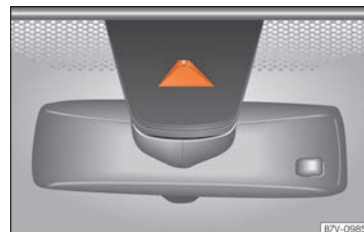

Fig. 256 En el parabrisas: área de campo visual de la cámara del sistema de aviso de salida del carril.
- Limpiar regularmente la zona de visión de la cámara y mantenerla limpia, sin nieve y sin hielo » fig. 256.